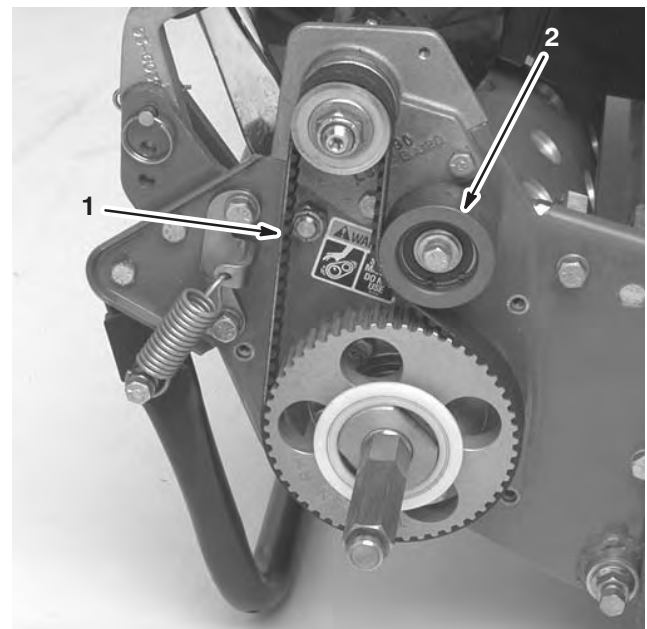

Bild 37
- Lösen Sie die Befestigungsmutter der Spannscheibe und drehen Sie die Spannscheibe im Uhrzeigersinn gegen die Rückseite des Riemen, bis Sie die gewünschte Riemen Spannung erzielt haben (Bild 37).